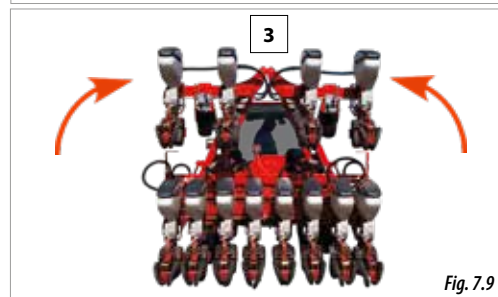

Fig. 7.9
- 4- Rabatați aripile laterale ale utilajului (Fig. 7.9).